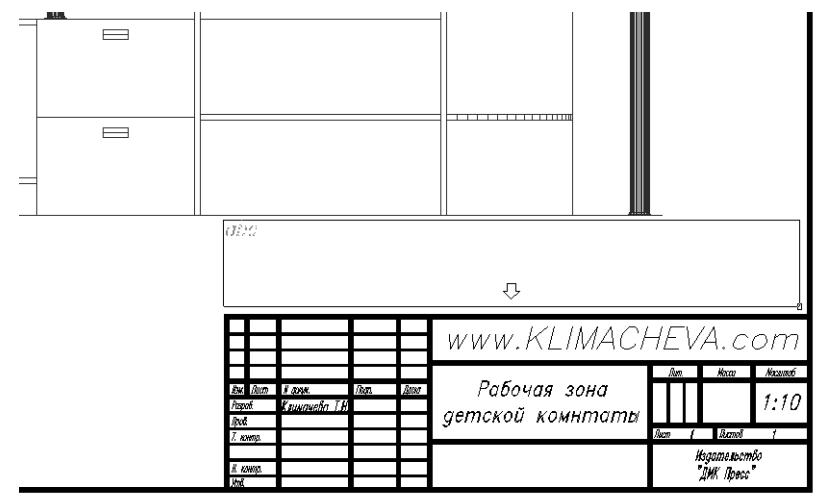

Рис. 10.31 ▼ Определение размеров многострочного текстового объекта
- Запустите инструмент **Многострочный текст** (Multiline Text), щелкнув для этого на кнопке **A Многострочный текст** (Multiline Text) панели инструментов **Черчение** (Draw), выбрав из меню команду **Черчение ⇒ Текст ⇒ Многострочный** (Draw ⇒ Text ⇒ Multiline Text) либо введя в командном окне команду **Мтекст** (MTEXT) или просто **мт** (MT).
- Переместите указатель вправо и вниз, задав тем самым размер текстового объекта, соответствующий ширине основной надписи (рис. 10.31).